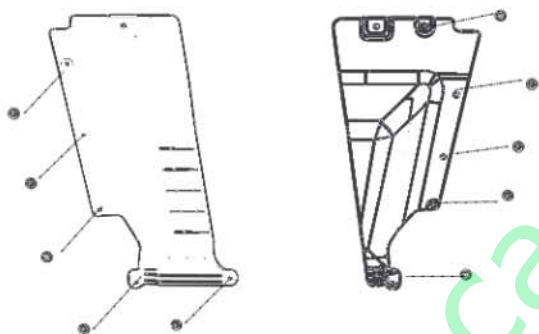

图 2-17
(3) 用一字螺丝刀拆除发动机左右下后挡泥板与车身连接的 10 个子母扣，取下发动机左右下后挡泥板，即完成了发动机左右下后挡泥板的拆卸工作，如图 2-17 所示；